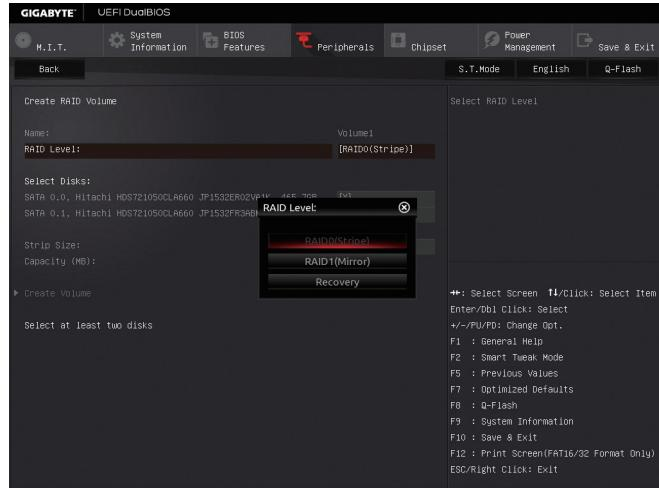

図 4
Intel(R) Rapid Storage Technology メニューにおいて、Create RAID Volume で <Enter> を押して Create RAID Volume 画面に入ります。Name の項目で 1~16 文字 (文字に特殊文字を含めることはできません) のボリューム名を入力し、<Enter> を押します。次に、RAID レベルを選択します (図 4)。サポートされる RAID レベルには RAID 0, RAID 1, RAID 10, と RAID 5 が含まれています (使用可能な選択は取り付けられているハードドライブの数によって異なります)。次に、下矢印キーを用いて Select Disks に移動します。